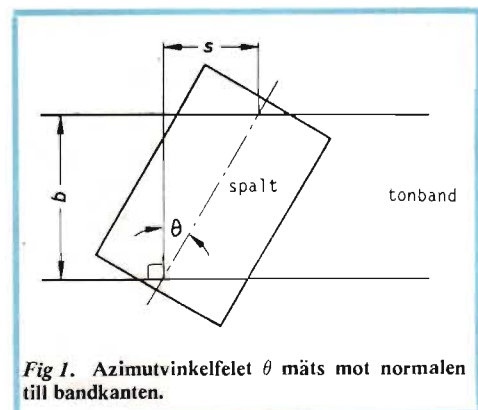

Fig 1. Azimutvinkelfelet θ mäts mot normalen till bandkanten.
■ Azimutvinkeln (av arabiska *as-sumut*, samma väg) definieras som vinkeln mellan bandkanten och spalten i huvudet. Denna vinkel är standardiserad till 90°. Vinkelfelet mäts alltså i förhållande till normalen mot bandkanten, se *fig 1*. Ett vinkelfel ger upphov till nivåfel vid uppspelning av ett korrekt inspelat band, t ex ett testband. För utbytbarhet av kassetter mellan olika maskiner utan kvalitetsförlust är det nödvändigt att vinkelfelet nedbringas till ett minimum.